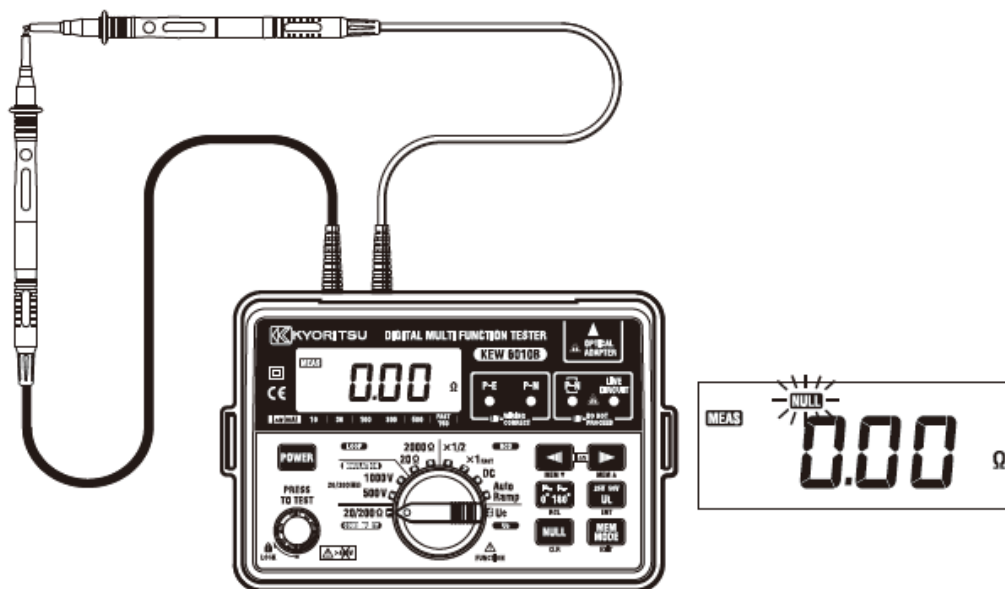

Fig. 2
2. Connectez fermement les extrémités des fils d'essai (voyez Fig. 2) et appuyez sur le bouton d'essai d'essai et verrouillez-le. La valeur de la résistance au fil sera affichée.